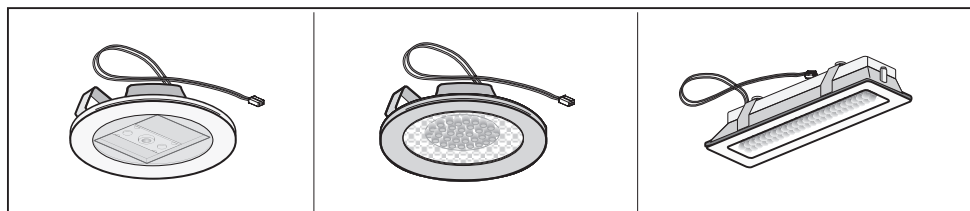

Fig.14
• Sostituzione delle lampade LED (Fig.14):